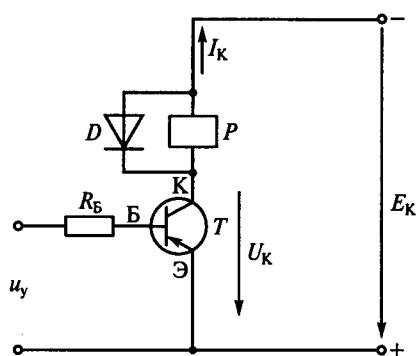

Рис. 273
**12.17.Р.** На рис. 273 приведена схема ключа на биполярном транзисторе  $T$ , в цепь коллектора которого включена обмотка электромагнитного реле  $P$ . С какой целью обмотка реле шунтирована обратным диодом  $D$ ?